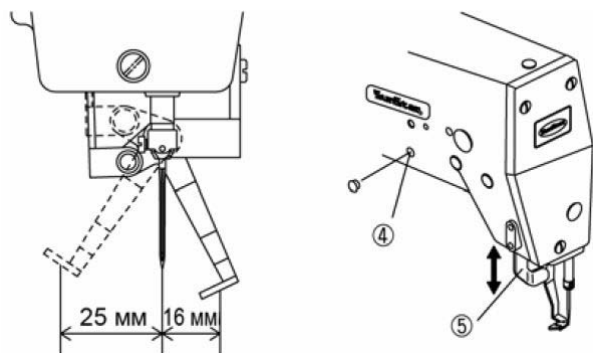

Рисунок 25 – Регулировка крайних положений нитеотводчика
*Регулировка крайних положений нитеотводчика* (рисунок 25). Ослабить крепежный винт 4 на тяге устройства нитеотводчика. Отрегулировать рычаг 5 нитеотводчика, перемещая его вверх-вниз, чтобы установить расстояние между иглой и крайним положением нитеотводчика, равным 25 мм. Затянуть винт 4. Если нитеотводчик расположен неверно, он может ударяться при работе об иглу или прижимную лапку.